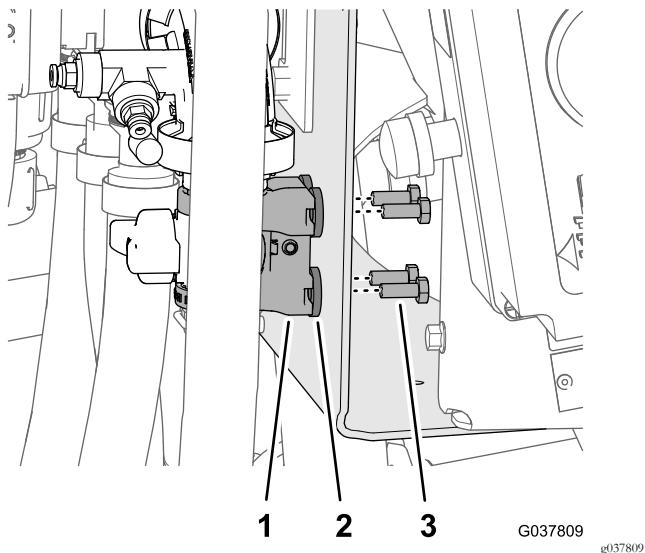

图92
4. 如图92 所示用 4 个螺栓 $6 \times 16mm$ 将尼龙支架和垫圈安装到阀门安装架上。